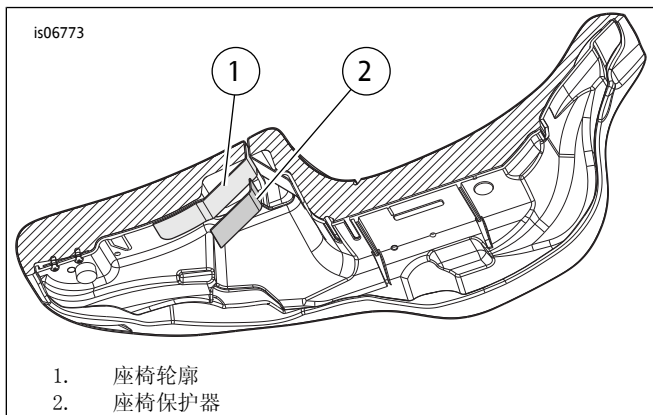

图9。座椅下侧
13. 参见图9。请注意，座椅保护器（2）的表面形状可覆盖座椅轮廓并使保护器能够更好地适应座椅轮廓（1）。